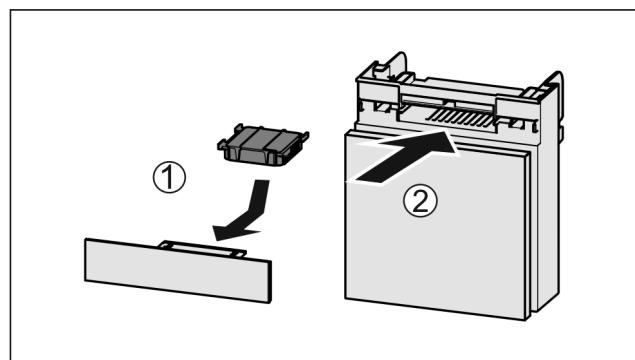

Fig. 149
- Aktivni ogleni filter vstavite Fig. 149 (1) skladno s prikazom na sliki.
- Predal potisnite noter Fig. 149 (2).